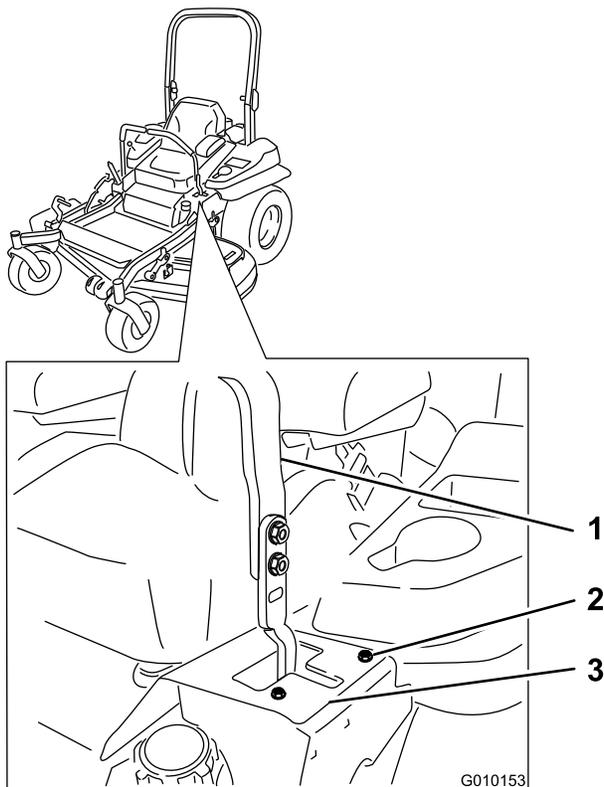

Figure 50
6. Si elle se déporte à droite, desserrez les boulons et déplacez la plaque de butée gauche en arrière sur la fente en T gauche, jusqu'à ce que la machine se déplace en ligne droite (Figure 50).
7. Si elle se déporte à gauche, desserrez les boulons et déplacez la plaque de butée droite en arrière sur la fente en T droite, jusqu'à ce que la machine se déplace en ligne droite (Figure 50).
8. Serrez les boulons de la plaque (Figure 50).